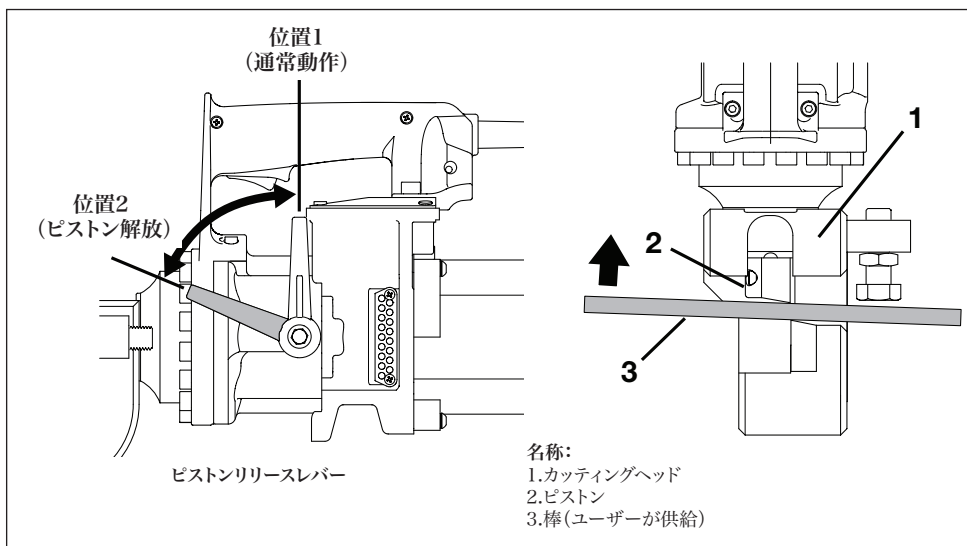

図11:ピストンの手動格納手順
次の手順を参照してください。図11を参照してください。
- ピストンリリースレバーを反時計回りに回して、位置2まで動かします。図11を参照してください。
- 固いスチール棒を使用して、カッターがホーム位置に戻るまで手動でピストンを押し込みます。図11の項目3を参照してください。これにより、通常の運転中にピストンが戻らない原因となった汚れやその他の物質を取り除くことができます。
- ピストンリリースレバーを位置1まで時計回りにいっぱい回して動かします。図11を参照してください。
- ピストンの露出部分を清掃します。この部分から異物、切粉、汚れをすべて取り除きます。図11の項目1を参照してください。